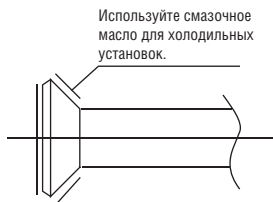

Рис. 33
- 2) Смажьте поверхность конуса и гайки маслом для холодильного оборудования и заверните гайку руками на 3–4 оборота, прежде чем затягивать ее ключом (см. рис. 33).